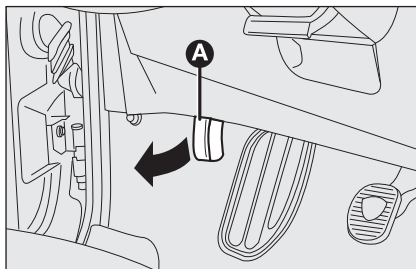

fig. 81
- tirare la leva **A-fig. 81** nel senso indicato dalla freccia;